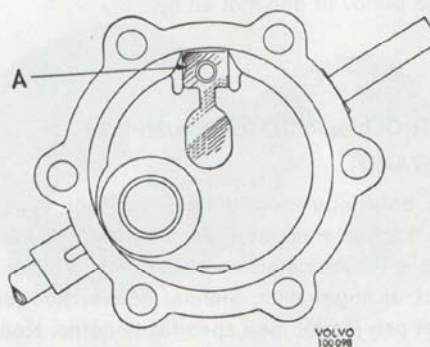

Bild 103. Fjäderplacering
1. Montera bladfjädern enl. bild 103 och stopparmen. Dra skruven, dock ej hårdare än att bladfjädern ligger väl an mot pumphuset.
2. Montera fjäder (4) och styrning (3). Kräng på gummipackning (2) med flänsen inåt styrningen.
4. Tryck ned membranet, för in hävarmen (14) och se till att hävarmen kommer rätt i förhållande till membranstången. Montera axel (16), låsringar (15), fjäderhållare (13) och fjäder (12).